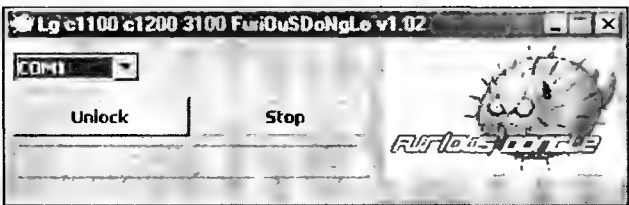

Рис. 4.22
- калькулятор для телефонов LG C1100/1200 и 3100 — см. рис. 4.22;